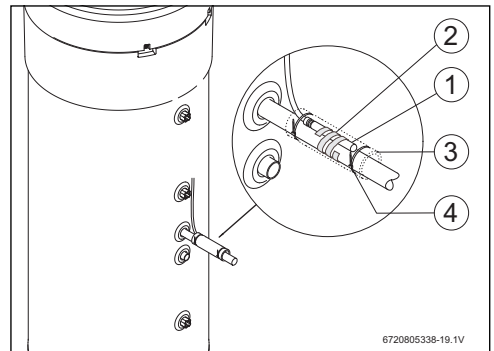

Bild 12
- ▶ Den Temperaturfühler NTC des Zubehörs [1] wie in Bild 12 dargestellt positionieren.